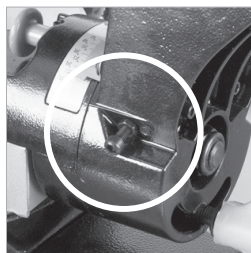

Fig. 16
- Utilice una llave hexagonal para apretar o soltar el tornillo de ajuste según proceda. (**Fig. 16**)